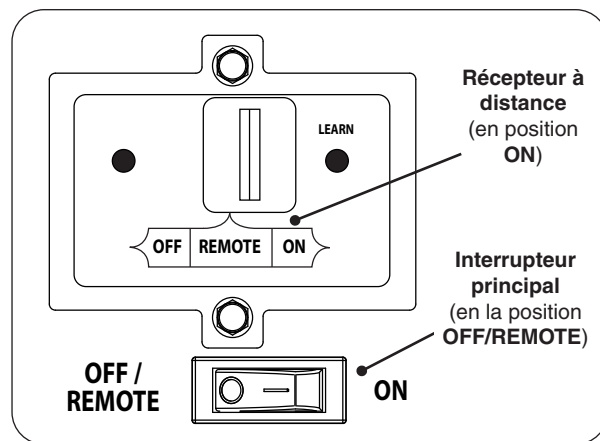

Fig. 46-1 Contrôle détail du panneau
1. Vérifiez que l'interrupteur principal est en position **OFF/REMOTE** (éteindre/éloigné) (voir Fig. 46-1).
3. Repérez l'interrupteur à 3 positions sur le récepteur de télécommande (voir Fig. 46-1), Et faites glisser le commutateur en position **ON** (sur).
L'interrupteur principal doit rester dans la position **OFF/REMOTE** (éteindre/éloigné) pour permettre le fonctionnement du système à distance (voir Fig. 46-1).